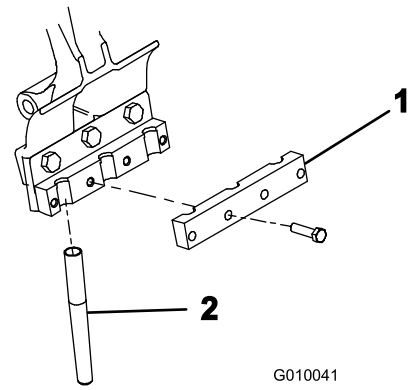

图 26
5. 用 4 个螺栓 $\frac{3}{8} \times 1\frac{1}{2}$ 英寸将打孔针夹头松松地固定到各个打孔针夹头上图 26。切勿将螺栓拧得过紧。